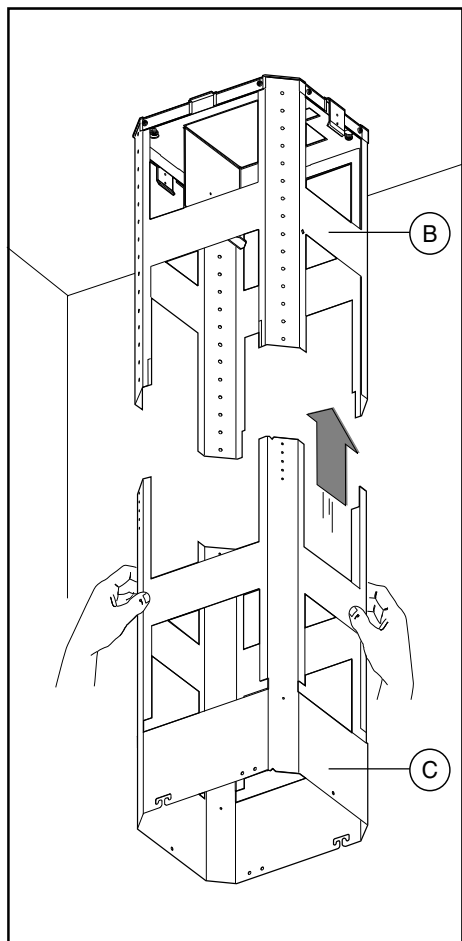

Fig.5
- Tag den nederste del af den teleskopisk formed struktur **C** og indfør den i den øverste del **B** (fig.5)